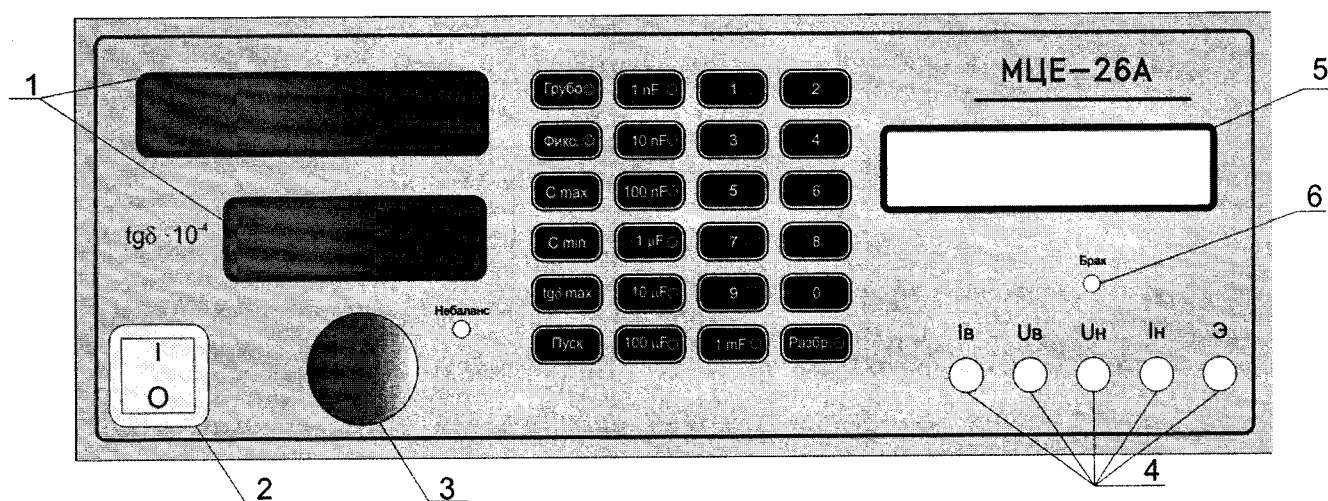

Рисунок 2
6.1 Подключить измерительный кабель к разъемам «Iв», «Uв», «Uн», «Iн» 4 (см. Рисунок 2), в соответствии с надписями на передней панели прибора и гравировкой на разъемах измерительного кабеля. Подключить заземляющий кабель к разъему «Э».
6.5 Для работы с ручным или дистанционным запуском измерения установить ручку регулятора частоты повторения измерений 3 (см. рисунок 2) в левое крайнее положение до щелчка. При необходимости использования автоматического запуска измерений - установить ручкой регулятора необходимую частоту повторений измерений, контролируя частоту повторения измерений по индикатору «Небаланс».
6.8 Снять показания прибора по C и $tg\delta$ (индикаторы 1, рис. 2).
6.9 Для установки пределов разбраковки по C нажмите кнопку « C_{min} », а затем наберите пятизначное значение мантиссы минимальной допустимой емкости. При вводе пятой цифры, минимальный предел по емкости устанавливается автоматически (не требует подтверждения ввода). Аналогично произведите установку максимального предела по емкости « C_{max} » и максимального предела по тангенсу угла потерь « $tg\delta_{max}$ ». При вводе ошибочных значений - прибор сигнализирует звуковым сигналом низкого тона. Вводимые значения пределов отображаются на индикаторе 5 (см. рисунок 2). При вводе значения предела, под вводимой цифрой мигает курсор, после ввода значения предела - индикация курсора отключается.
6.10 Включение режима разбраковки производится нажатием на кнопку «Разбр». В этом режиме включение индикатора 6 (см. рисунок 2) «Брак» соответствует выходу измеряемых параметров за установленные пределы.